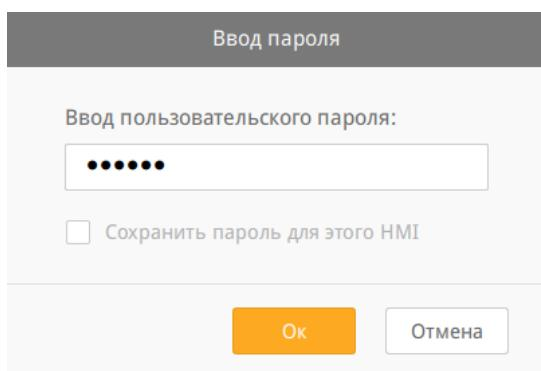

Рисунок 8.5 – Поле ввода пароля ПО cMT Viewer
4. Будет выведен запрос на ввод пароля (рисунок 8.5) (по умолчанию: 111111). После ввода пароля в поле «Ввод пользовательского пароля:» нажать кнопку «OK».
9. После ввода имени или IP-адреса панели оператора БС будет выведен запрос на ввод пароля (рисунок 8.5) (по умолчанию: 111111). После ввода пароля в поле «Ввод пользовательского пароля:» нажать кнопку «OK».